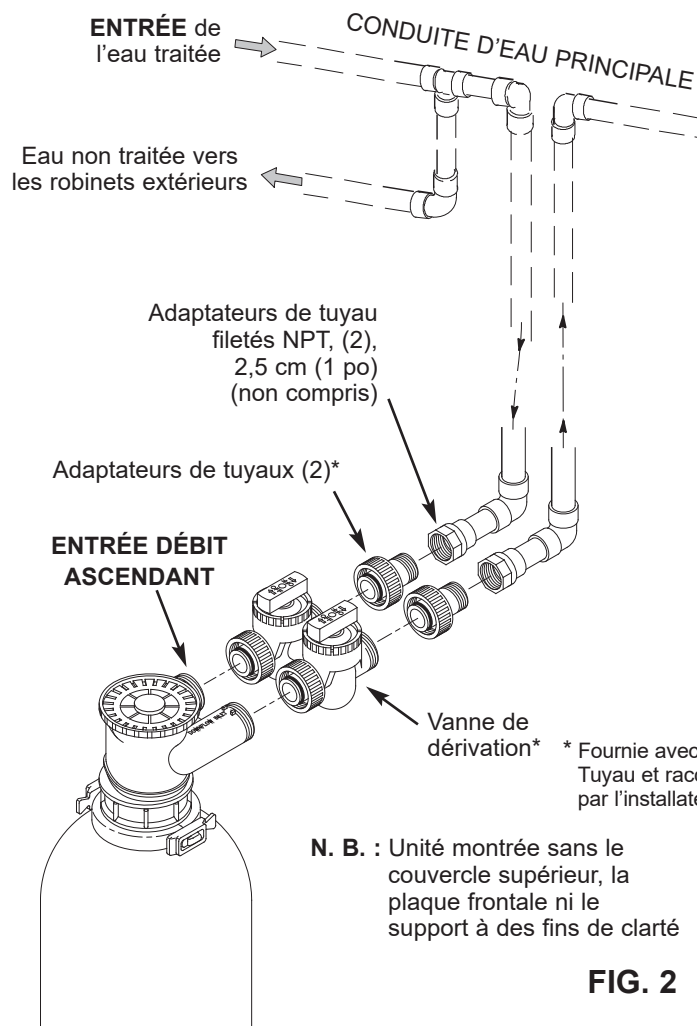

FIG. 2
- Si vous installez une seule vanne de dérivation, vissez la vanne de dérivation avec les joints toriques en place, sur les ports d'entrée et de sortie de la tête (cf. Fig. 2). Serrez les colliers à la main pour créer un joint hermétique.